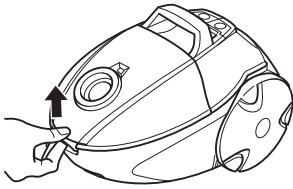

Abb. 16
1. Öffnen Sie den Staubraumdeckel, indem Sie ihn entriegeln und anschließend aufklappen (Abb. 16).